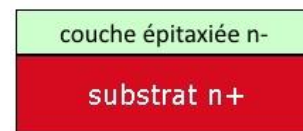

Figure 3 Épitaxie d'un substrat
- épitaxie (voir : *Figure 3 Épitaxie d'un substrat*).